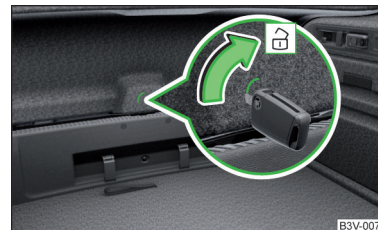

Abb. 243 Notentriegelung
- › Den Fahrzeugschlüssel oder ein ähnliches Werkzeug in die Aussparung in der Verkleidung » Abb. 243 bis zum Anschlag stecken.